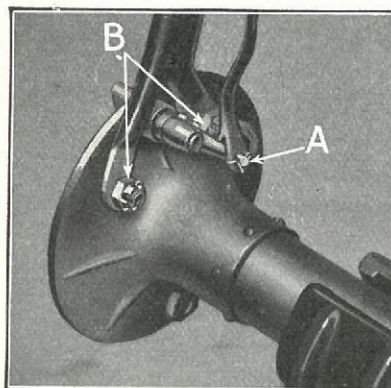

Fig. 329
573 Aftag Bremsestangen ved at udtage Splitten og trække Gaffelbolten ud (Fig. 329-A) samt Bagakselbardunen ved at skrue de 2 Møtrikker »B« af og udtage Boltene.
- 611** Indsæt Boltene »B« (Fig. 329) gennem Flangerne paa Bagakselhusene og den gaffelformede Ende af Bardunerne, spænd Møtrikkerne godt til og sikrer med Splitter.
- 612** Forbind de gaffelformede Ender af Bremsestængerne med Bremseekspressionsboltarmene ved at indsætte Splitbolte og sikrer disse med Splitter (Fig. 329-A).